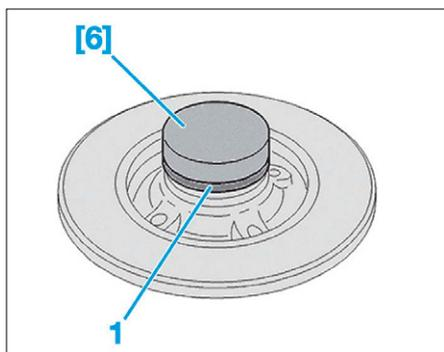

FIG. 63
- Positionner la cible d'antiblocage de roue (1) sur le moyeu disque de frein arrière (Fig.63).